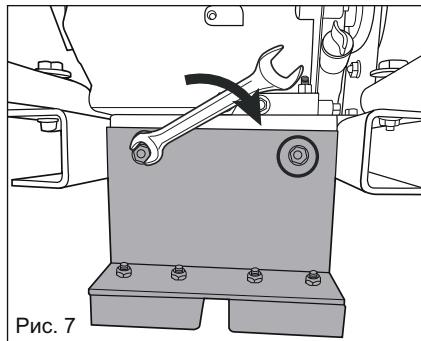

Рис. 7
- Совместите отверстия в скобе крепления подножки (8) с отверстиями в раме основания (9) и закрепите на месте двумя болтами с гайками из комплекта крепежа скобы подножки (21). Гаечным ключом на 12 мм надежно затяните обе гайки (рис. 7).